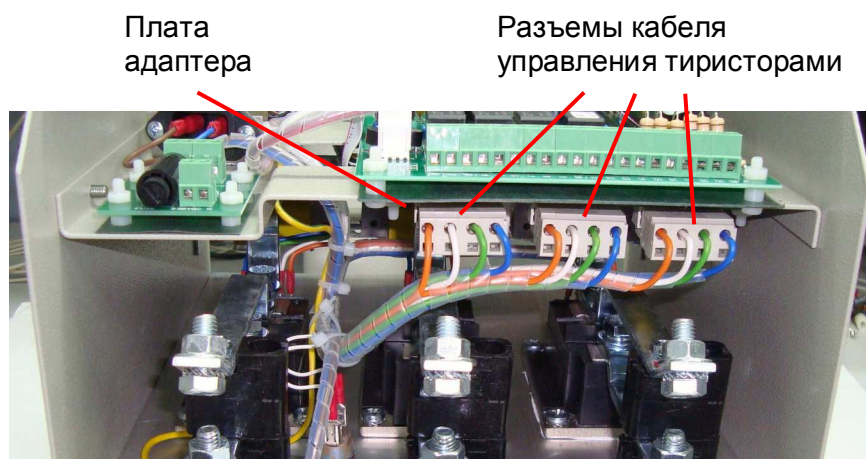

Рис. 7.29
7.10.6. Подсоединить разъемы кабеля управления тиристорами к плате адаптера (рис. 7.29).